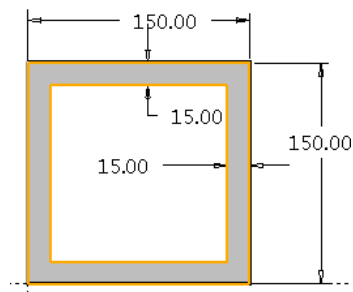

图 5-174 创建填充曲面
- 02** 首先在 TOP 平面上创建填充曲面，如图 5-174 所示。